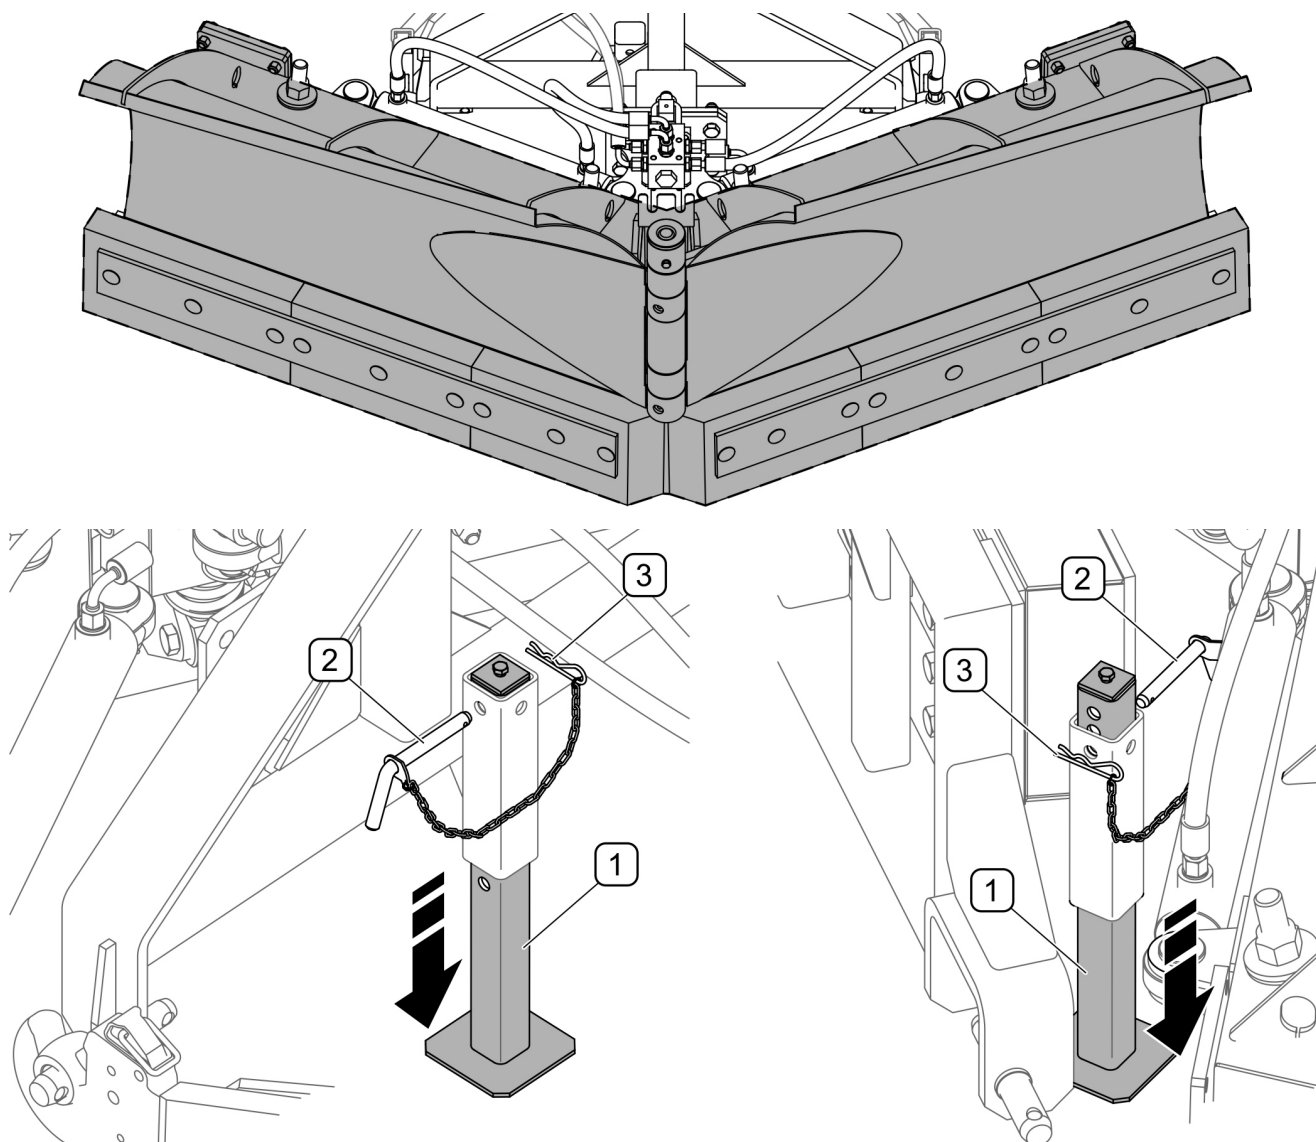
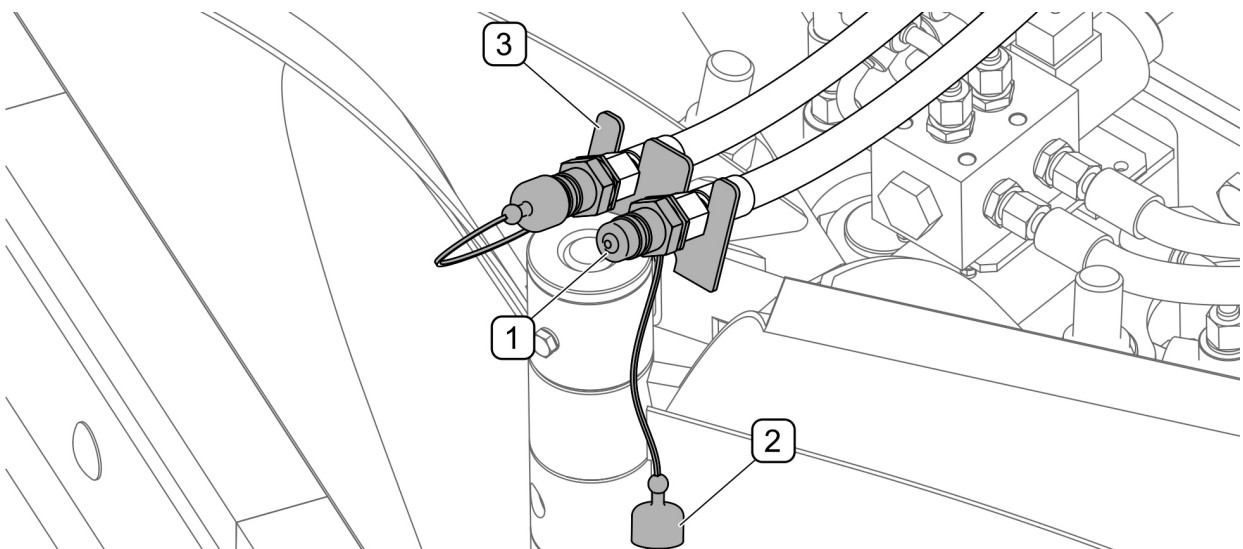

РИСУНОК 4.11Отсоединение от трактора
РИСУНОК 4.12 Предохранение штекеров гидропроводов
- развернуть отвалы плуга назад (РИСУНОК 4.11)
- вынуть чеку (3) и шплинт (2), опустить стояночную опору (1) (если имеется), установить на нужной высоте и заблокировать,
- закрыть колпачками штекеры быстроразъемных соединений и поместить на специальный кронштейн на раме (РИСУНОК 4.12),